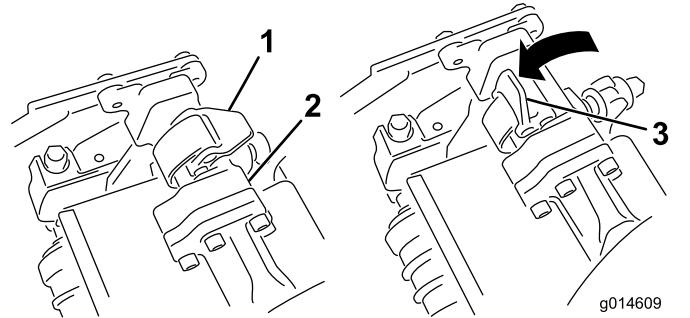

Figure 52
4. Ouvrez les verrous sur la barre du bras de suspension (Figure 52) et poussez le bras vers le bas de sorte que la barre recouvre les deux bras d'inclinaison sur l'unité de coupe; assurez-vous que les verrous passent sous la barre transversale de l'unité de coupe (Figure 53).
- 5. Fermez les verrous autour de la barre de l'unité de coupe et bloquez-les en place (Figure 52).
6. Ouvrez les verrous sur la barre du bras de suspension de l'unité de coupe que vous voulez déposer (Figure 52).